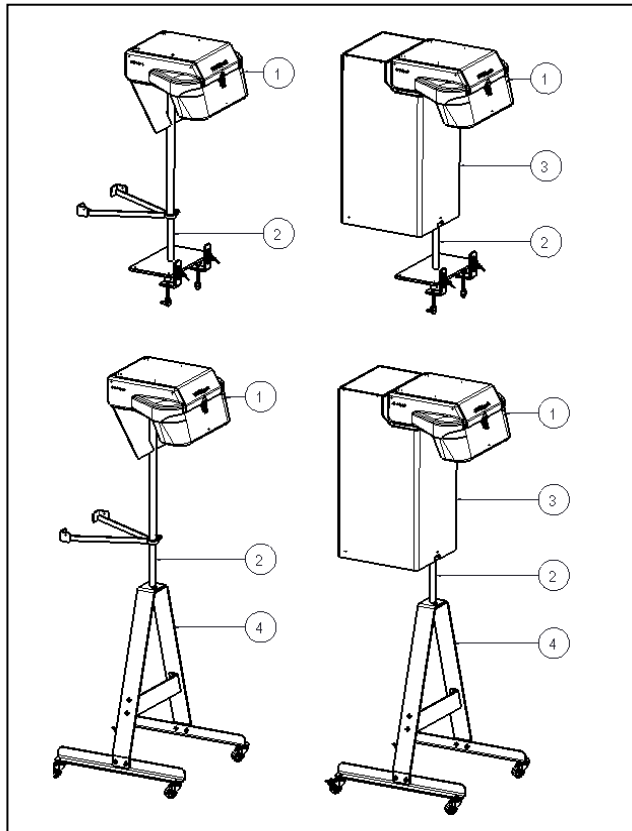
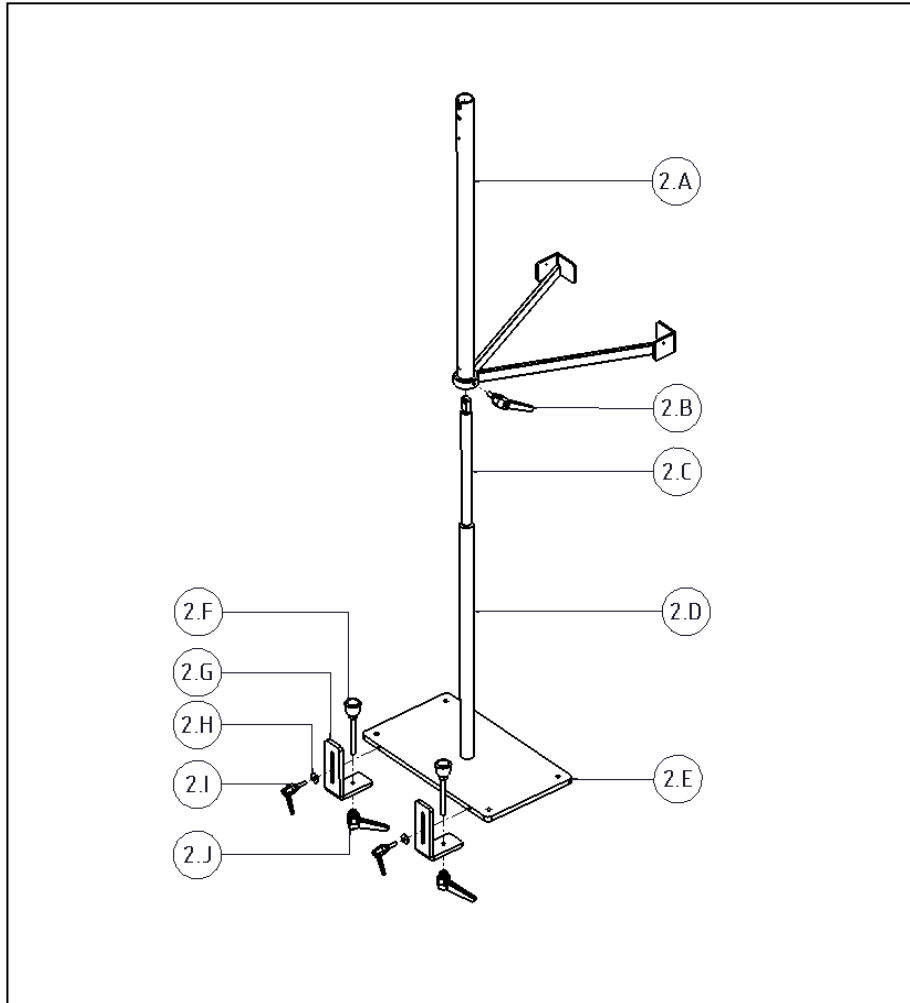

FIG.3.1
Fig. 3.3
Som standard levereras Paper Shooter som modell 1 och är därmed utrustad med pos. 1 och pos. 2. När så önskas kan maskinen även utrustas med pos. 3 och pos. 4, se bild 3.1 och tabell 3.1. När Paper Shooter, som vid modellerna 3 och 4, är utrustad med ett golvstativ (pos. 4), bortfaller komponenterna 2.E till 2.N till bordstativet (pos.2) på bild 3.3.